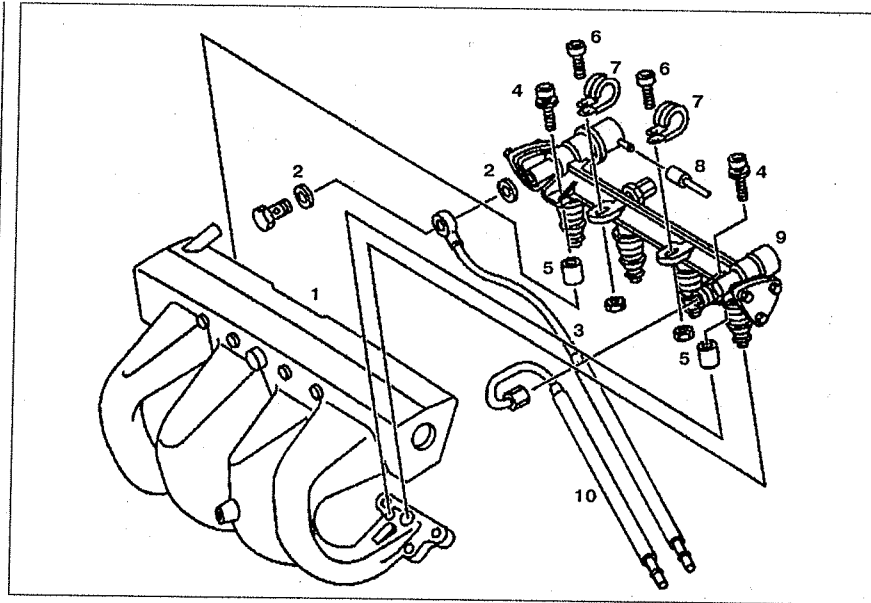

Рис. 2.133. Распределитель топлива с форсунками:
1. Снимите впускной коллектор 1 (см.рис.2.133).